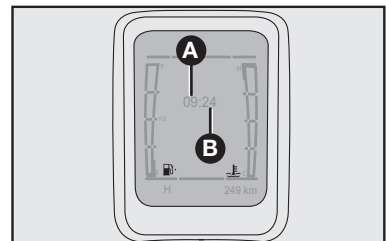

fig. 53
- Pressionar por mais de 2 segundos o botão **A** para início do ajuste do relógio (as horas serão visualizadas na parte central do quadro). O campo de horas **A**-fig. 53 irá piscar.
- Pressionar por mais de 2 segundos o botão **A** para ajustar os minutos o campo de minutos **B**-fig. 53 irá piscar.